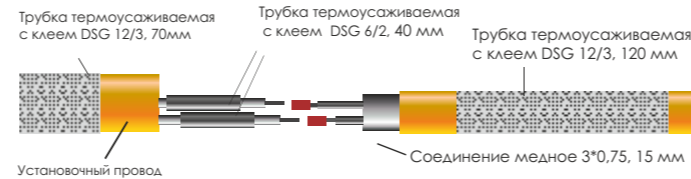

Рисунок 4
3.1.4 Отрезать установочный провод, зачистить его согласно рис.4, затем надеть и отодвинуть в разные стороны термоусаживаемые трубки DSG 12/3 длиной 70 мм и DSG 12/3 длиной 120 мм (см. рис. 4).